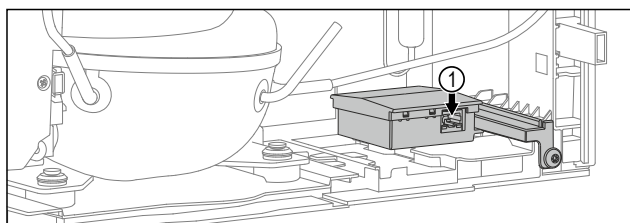

Fig. 46
- ☐ Un câble réseau est raccordé. Fig. 46 (1)
- ▶ Brancher le câble réseau. Fig. 46 (1)